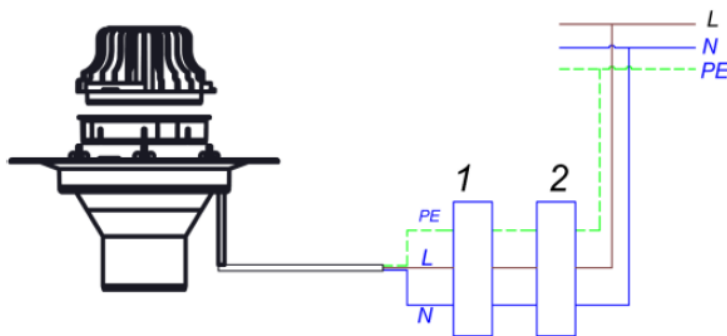

Рис. 2. Схема подключения электрообогрева кровельной воронки серии VMO к электрической сети.
3.15. Подключение кабеля воронки осуществляется к сети ~220÷230 В через АЗС (автомат защиты сети) и УЗО (см. рис. 2).